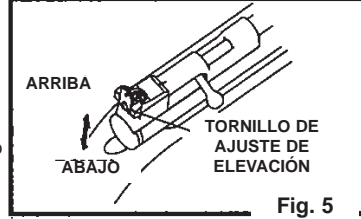

Fig. 5
- Se puede ajustar la mira trasera para tirar más alto o más bajo (elevación). Afloje el tornillo de elevación girándolo en sentido contrario al de las manecillas del reloj. Mueva la mira hacia arriba para que el diábolito golpee más alto en el blanco. Mueva la mira hacia abajo para que el diábolito golpee más bajo en el blanco. Luego, apriete el tornillo de ajuste de elevación girándolo en el sentido de las manecillas del reloj. (Fig. 5)